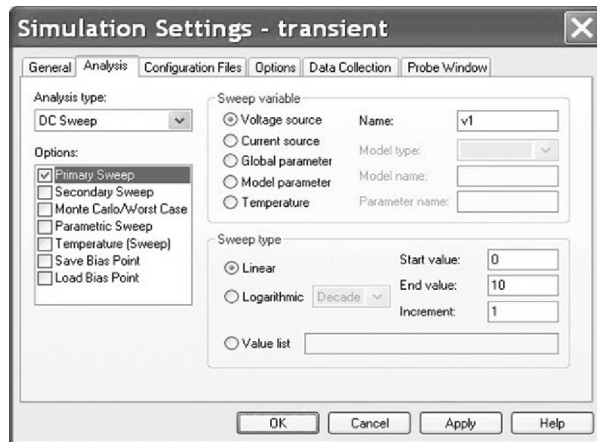

图 3.14 直流扫描仿真分析设置
2. 通过选择菜单 **PSpice > New Simulation Profile** 创建 PSpice 仿真文件，在设置对话框中选择分析类型 **Analysis type** 为 **DC Sweep** 直流扫描分析。如图 3.14 所示，扫描变量 **Sweep variable** 为电压源  $V_1$ ，扫描方式为 **linear** 线性方式，初始值为  $0V$ ，结束值为  $10V$ ，步长为  $1V$ 。然后点击 **OK** 按钮对仿真设置进行确定。